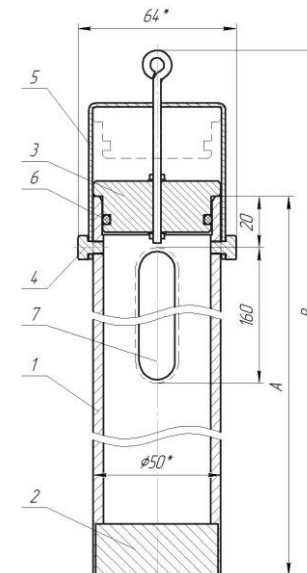

Рис. 1. Эскиз пробоотборника типа ПДА. 1 – корпус; 2 – дно; 3 – крышка; 4 – винты; 5 – поворотная рамка; 6 – уплотнительное кольцо; 7 – смотровое окно.
5.1. Пробоотборники представляют собой цилиндрический сосуд (Рис.1. Поз.1), изготовленный из алюминиевого сплава. Пробоотборники имеют крышку (Поз.3) с уплотнительным кольцом (Поз.6). Шток крышки проходит через отверстие поворотной рамки (Поз.5) которая крепится к корпусу винтами (Поз.4). Многожильный металлический трос фиксируется на штоке крышки. Отбор проб осуществляется путем открытия крышки на требуемом уровне резервуара.